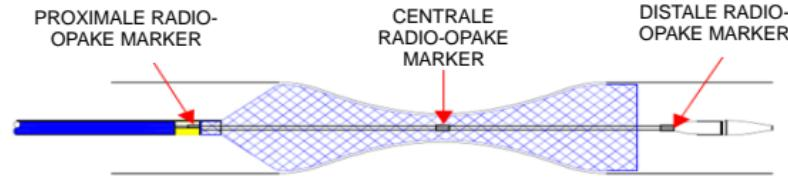

Figuur 4
- d) Als de centrale radio-opake marker het midden van de doelstrictuur bereikt, trek dan de Y-connector verder terug totdat de stent volledig is geplaatst. (Zie figuur 4, 5)
- d) Als de centrale radio-opake marker het midden van de doelstrictuur bereikt, trek de hub dan verder richting de connector totdat de stent volledig is geplaatst. (Zie figuur 4, 6)